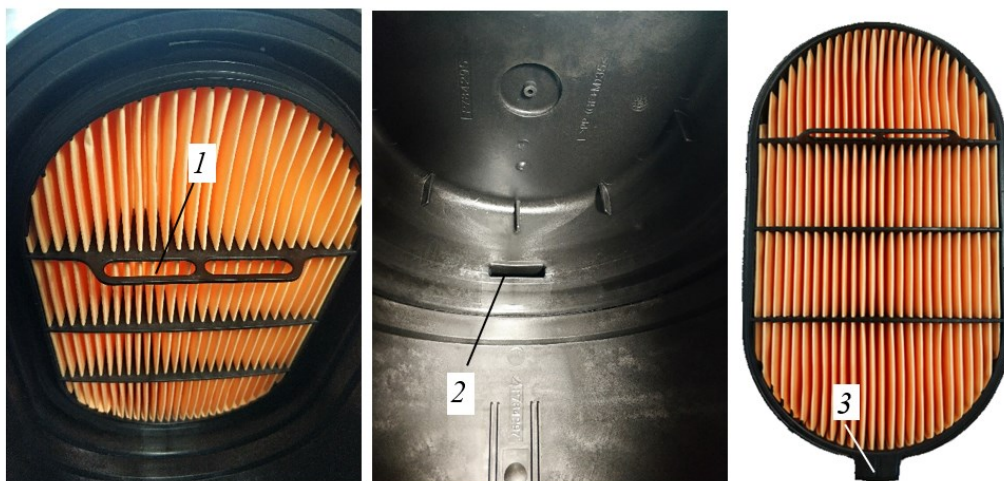

Рисунок 5.35. Процедура монтажа/демонтажа дополнительного воздушного фильтра
- ▶ Потянув за специально предусмотренные проушины 1, рис. 5.35, извлечь из корпуса дополнительный фильтр.
Ориентация дополнительного фильтра в корпусе осуществляется за счет выступа на фильтре 3, рис. 5.35, расположенного в нижней его части, и паза 2, рис. 5.35 в корпусе
фильтра. Проушины фильтра 1 должны быть ориентированы во внутрь корпуса фильтра, рис. 5.35.